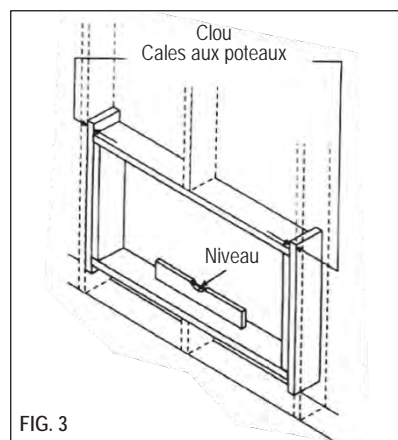

FIG. 3
4. Construisez le cadre en bois avec les dimensions INTÉRIEURES de votre modèle telles qu'indiquées ci-dessus. (Assurez-vous de mesurer deux fois pour garantir la précision.) La profondeur du cadre doit être la même que l'épaisseur du mur. Remplissez les espaces de l'ouverture aux poteaux avec des cales en bois. (Voir la figure 3.)